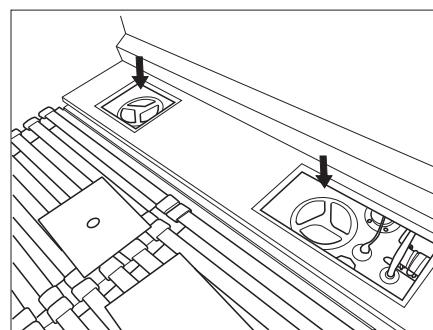

Figura 69 Aberturas de limpieza del depósito de agua potable (similar a la ilustración)
- Desatornillar y retirar las aberturas de limpieza (Figura 69). Ahora se puede acceder a la abertura de drenaje.